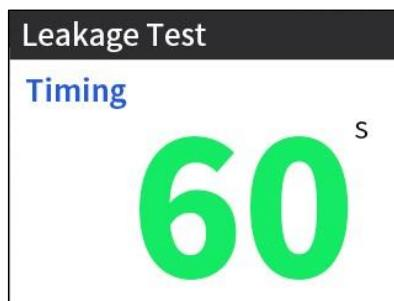

Рис. 5.6
- 2) Выберите режим Испытание на утечку [Leakage test] и нажмите кнопку [Старт]. Система начнет работать. Оцените утечки из форсунки по наличию капель на распылителе или их отсутствию. Обычно, не должно образовываться более одной капли в минуту. По умолчанию, продолжительность тестирования составляет 60 секунд, рис. 5.6. Давление при teste на утечку превышает заводское значение на 10%. Давление можно отрегулировать нажатием кнопок [+] и [-].